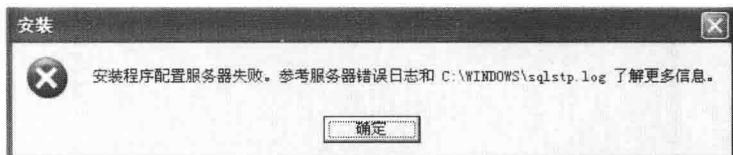

图 1-7 安装错误提示
① 弹出“检测只读文件”窗口，勾选【不再显示该信息】，然后单击【是】，即可继续安装。
② 在数据库即将安装完成时，出现如图 1-7 所示这种错误，请删除数据库安装目录，然后重新安装，若仍出现此问题，再次删除安装目录，重新安装时更换安装目录不要默认，即可成功安装。